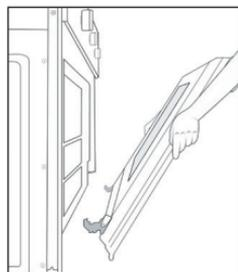

Fig. 27
- Tome la puerta con sus dos manos y hale hasta que salga, ver fig 27.